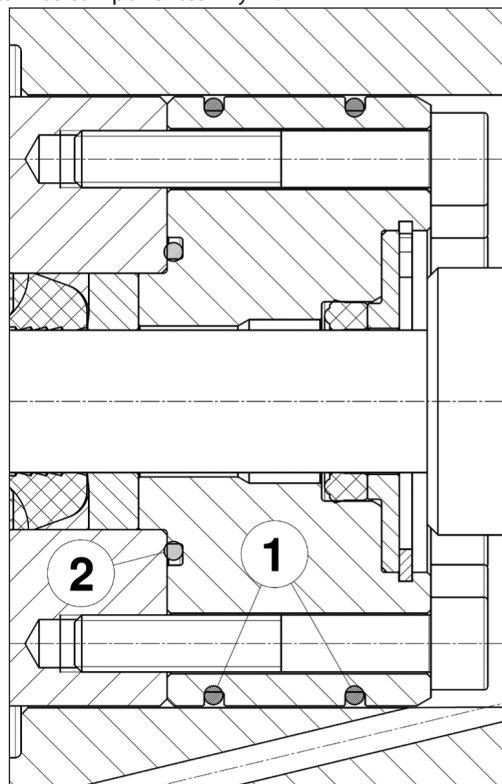
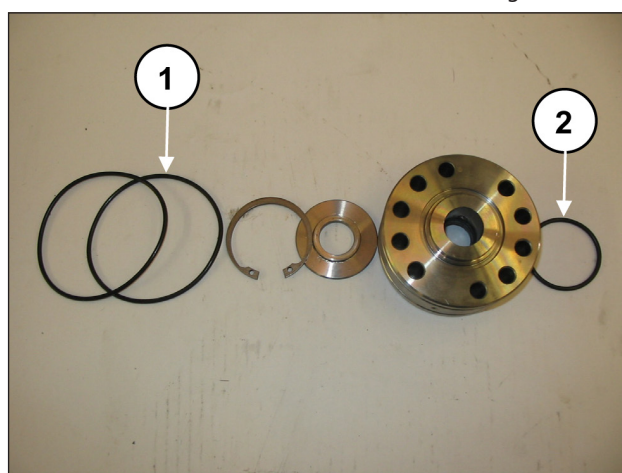

Fig. 141
Fig. 142
Montar el grupo de soporte de las juntas (Fig. 141 y Fig. 142) y sustituir los componentes ① y ②.